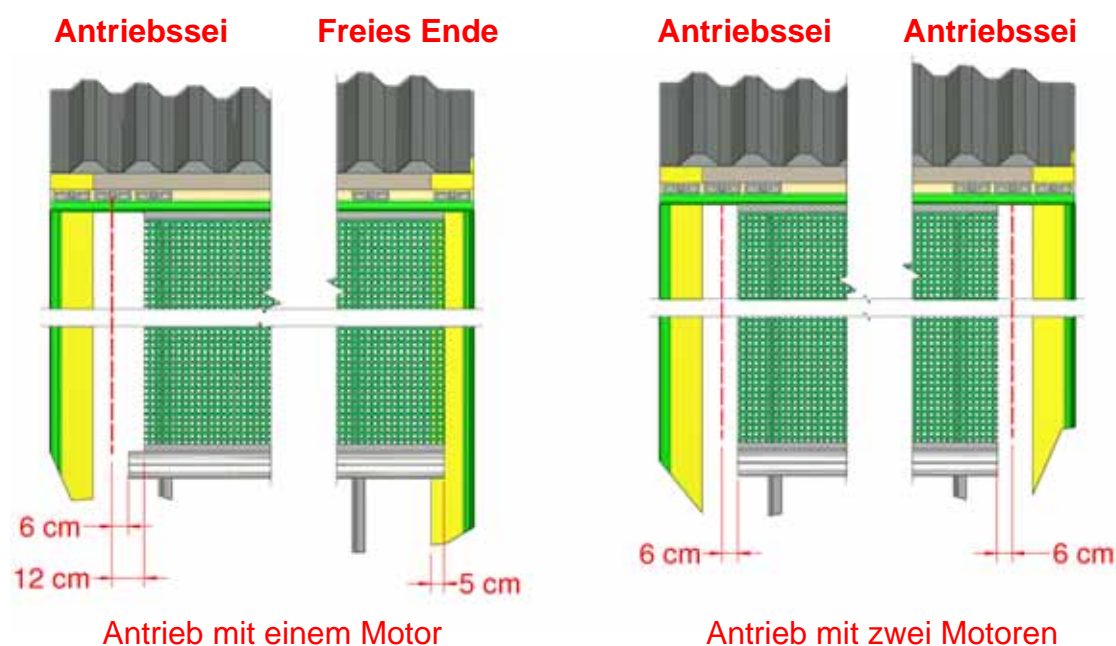

Abbildung 11b: Rohrlängen
- 3.5 Positionieren Sie das Rohr gemäß den Maßen in Abbildung 11b. Schneiden Sie das vorletzte Rohr so, dass das letzte Rohr die volle Länge hat und die angegebenen Maße erreicht. Das antriebsseitige Ende des Rohrs muss sich 6 cm von der Mitte der mittleren stirnseitigen Halterung entfernt befinden, und das freie Ende des Rohrs sollte 5 cm weit an der Öffnung vorbeiführen. Bohren Sie ein 5mm Ablaufloch jeder Seite des unteren Rille, 10 cm vom Ende des Rohres.
- 3.9 Schneiden Sie den Vorhang auf die Maße in Abbildung 11b zu. Untere Klappe (S1) auf die gleiche Länge wie den Vorhang zuschneiden und in die untere Rille des Rohrs einschieben. An jedem Ende mit einer selbstbohrenden Schraube befestigen, siehe Abbildung 14.